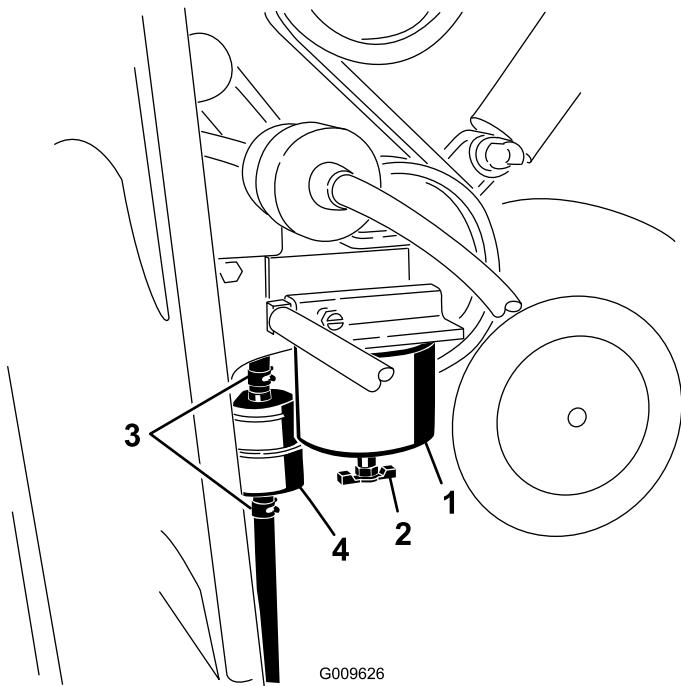

Figura 37
1. Localice el filtro de combustible en el lado derecho del motor (Figura 37) , y coloque debajo un recipiente limpio.
7. Abra las abrazaderas de cada extremo del filtro en línea y retire los manguitos del mismo (Figura 37). Deseche el filtro.
8. Deslice los manguitos sobre el extremo de un filtro nuevo (Figura 37), asegurándose de que la flecha del filtro apunta en el mismo sentido que en el filtro viejo.
1. Localice los filtros de combustible en el lado derecho del motor (Figura 37), y coloque debajo un recipiente limpio.
2. Limpie la zona de montaje del cartucho del filtro (Figura 37).
3. Retire el cartucho del filtro y límpie la superficie de montaje (Figura 37).
5. Instale el cartucho del filtro a mano hasta que la junta entre en contacto con la superficie de montaje, luego gírelo media vuelta más (Figura 37).
6. Localice el filtro en línea detrás del cartucho del filtro de combustible (Figura 37) y observe la flecha de sentido de flujo impresa en el lateral del filtro en línea.